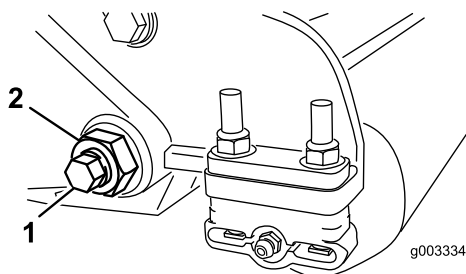

Figure 24
3. De chaque côté de la machine, desserrez le contre-écrou de fixation du boulon de la barre d'appui (Figure 24).
4. Retirez les boulons de la barre d'appui afin de pouvoir abaisser la barre et la déposer du boulon de la machine (Figure 24). Mettez de côté 2 rondelles en nylon et 1 rondelle en acier